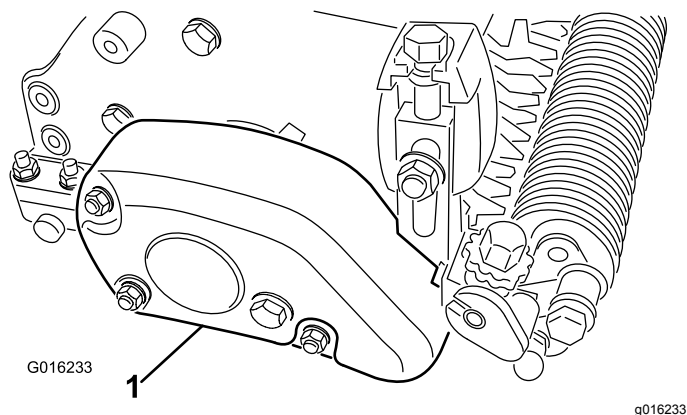

Рисунок 18
37. Прикрепите кожух ремня к корпусу механической щетки 3 контргайками (Рисунок 18).